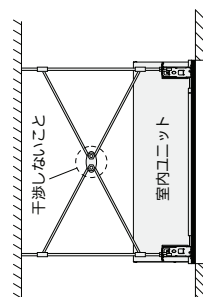

図 5
- 5-6. 吊ボルトに耐震用の筋交いを取り付ける場合、筋交いは互いに干渉させないように交差部を金具固定してください。(図5)